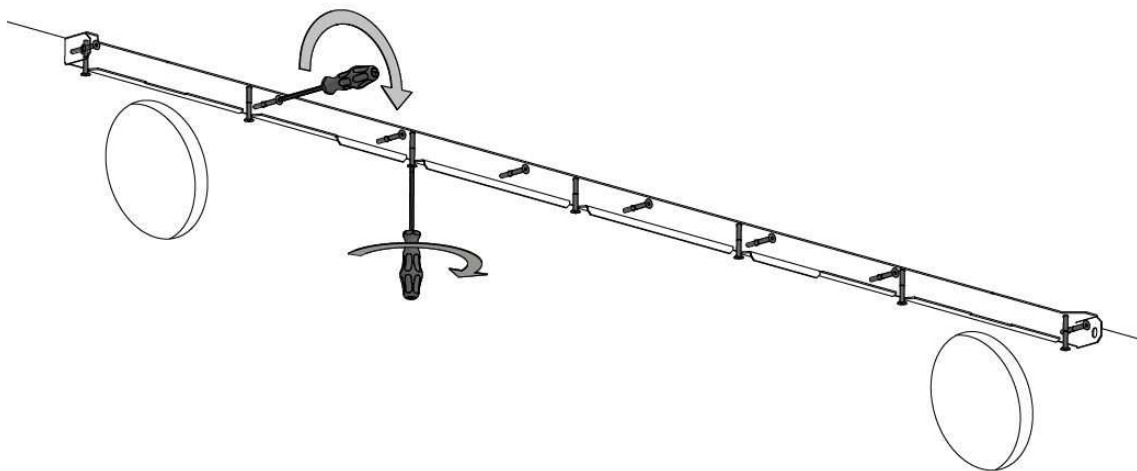

Abbildung 15: Montieren Sie die Halterung
2. Markieren Sie die Mitte der Kanallöcher, siehe Abbildung 15 und Tabelle 9.